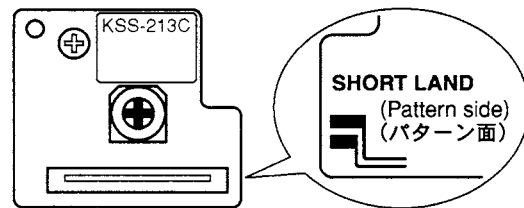

Fig. 3-2
- LD terminals are factory-strapped before shipment to protect LD from electrostatic discharge during transportation. (Fig. 3-2)
- LDの端子は、出荷時に輸送による静電破壊防止のためショートされています。(Fig. 3-2)